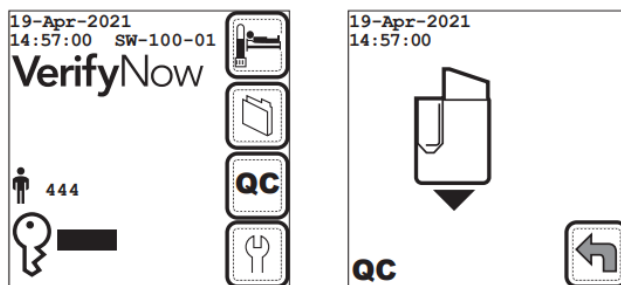

Рисунок 32: Запуск уровня 2 WQC
3. Нажмите на клавишу  (КК) и дождитесь подсказки **Вставить тест-устройство** на дисплее (Рисунок 32 (стр. 34)).